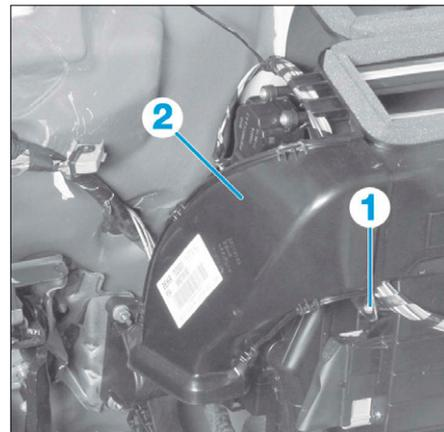

FIG. 37
- la vis (1) (Fig.37),
- le conduit d'air (2),